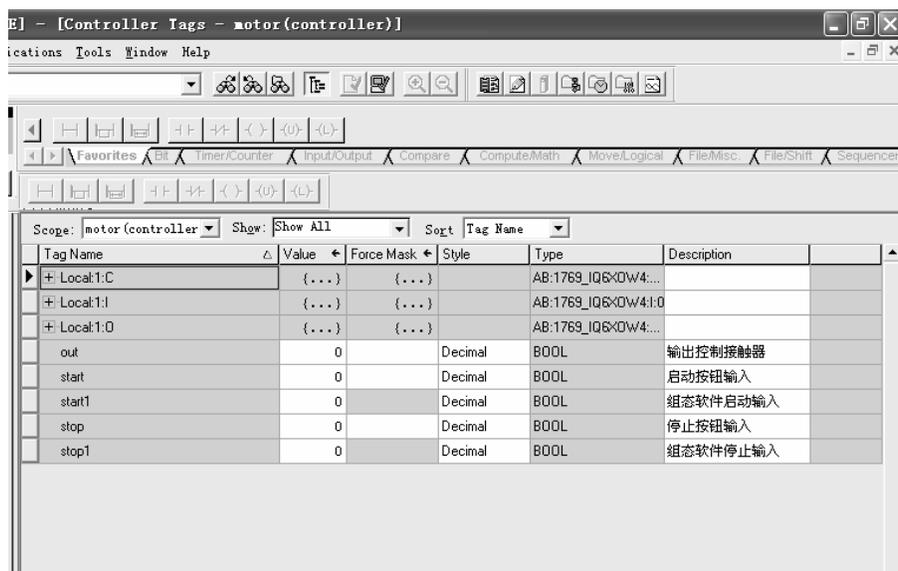

图 1.14 标签整体图
(2) 查看标签。在 Controller Tags 参数目录下，可以查看已经定义好的标记：start（启动按钮输入）、stop（停止按钮输入）、out（输出控制接触器）、start1（组态软件启动输入）、stop1（组态软件停止输入），如图 1.14 所示。